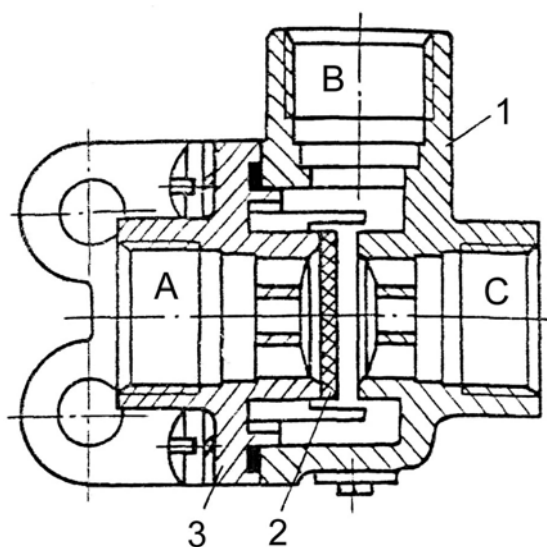

Рисунок 58 – Клапан двухмагистральный:
**Работа клапана.** В зависимости от того, к какому выводу (А или С) подводится воздух, мембрана 2 (рисунок 58), закрывая противоположный вывод, обеспечивает поступление воздуха в вывод В. При одновременном подводе сжатого воздуха к выводам А и С – мембрана 2 занимает среднее положение и не препятствует поступлению сжатого воздуха из этих выводов в вывод В.